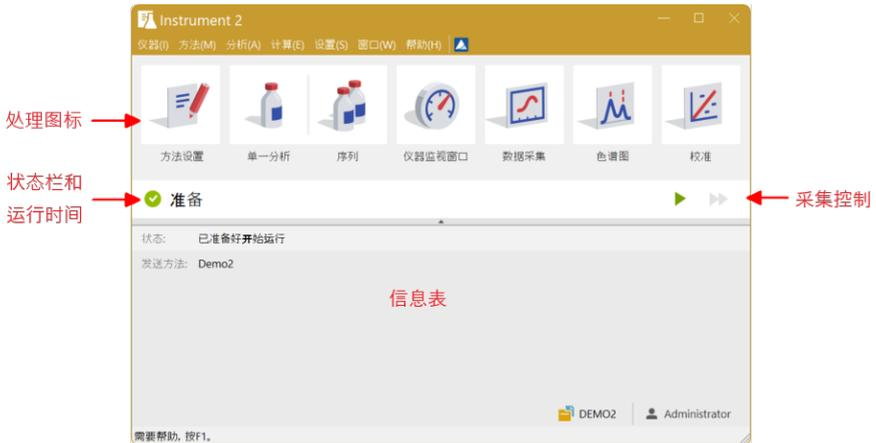

图11: 仪器窗口
- 仪器窗口会打开；第18页第图11.会显示仪器窗口中最重要的几个图标。本次概述，我们将会讨论所有用这些图标点开的窗口。
- 出于演示目的，您可以将第19页第图12.中所示字段的值设置为典型分析设置。一旦执行此操作，您的仪器窗口将与第18页第图11.所示相同。
- 在参数设置之后，您可以点击运行按钮⑦运行单次分析。单次分析对话框此时会关闭。如果再次打开该对话框，会看到另外三个按钮(停止, 中止, 快照)。它们将允许停止或中止分析，或者拍摄快照(查看在第20页第"数据采集窗口"节.)。
- 在仪器窗口查看状态栏(查看第18页第图11.)。采集窗口现在的信号来自运行状态的仪器，并且此时横坐标显示的是正在运行的时间。
- 点击数据采集图标(查看第18页第图11.)进入数据采集窗口，可以查看数据采集过程并且可以在该界面控制仪器。
- 根据仪器的配置，窗口会显示一个或多个信号。在信号窗口①的右上角会显示被监控的检测器(信号)数量和名字。